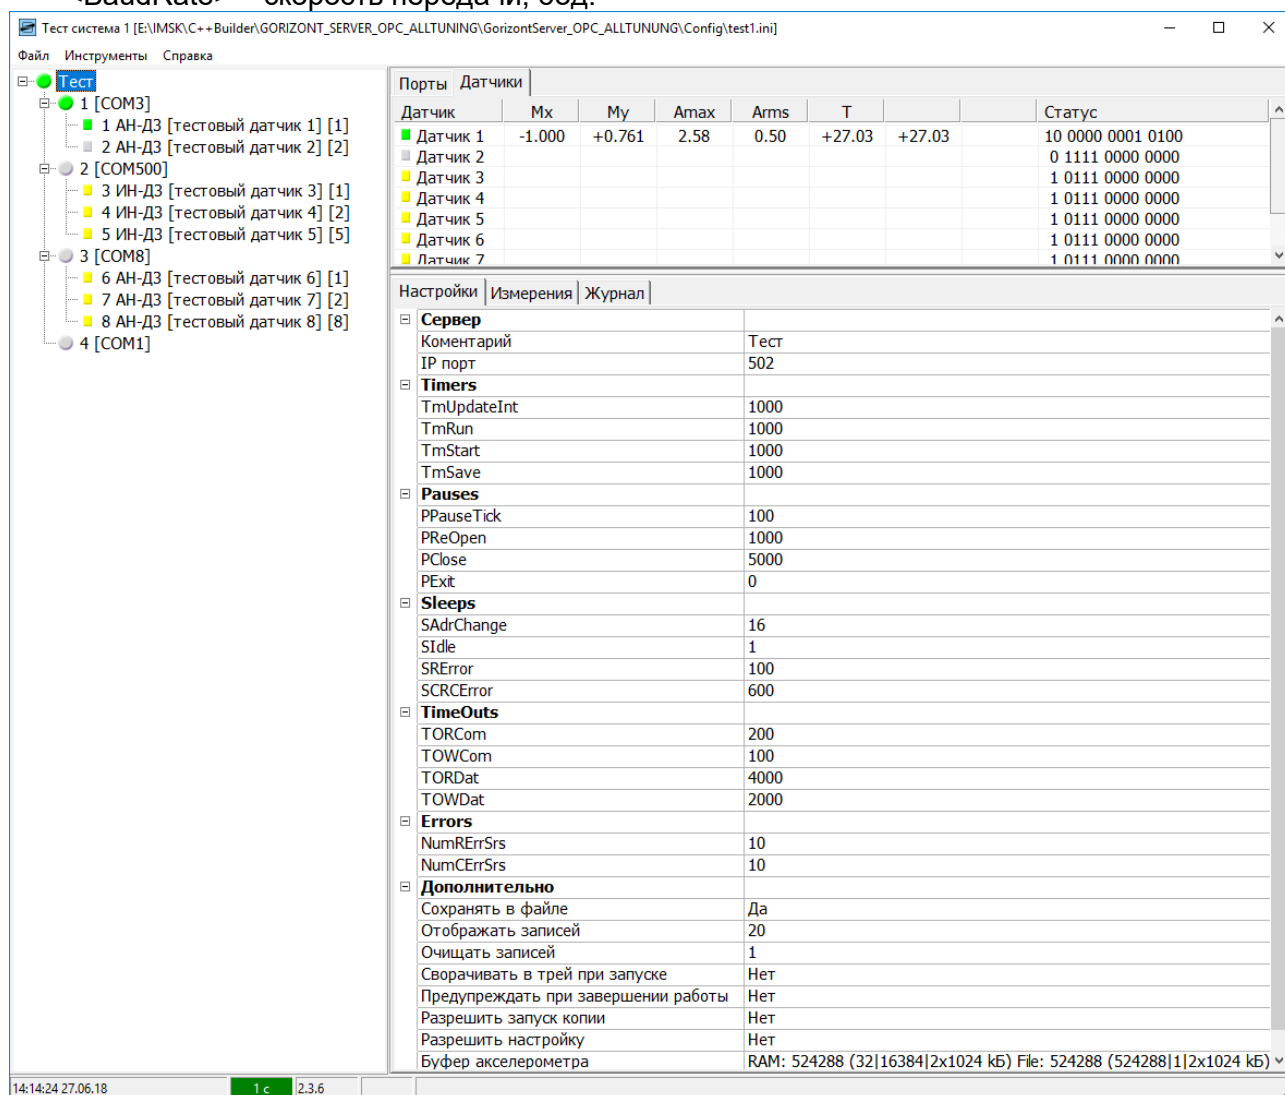

Рисунок 2.5
2.6 Вкладка <Настройки> информационной панели отображает информацию об общих настройках программы, если на панели дерева выделен элемент <Сервер> (рис.2.5) и содержит следующие записи:
2.8 Вкладка <Настройки> информационной панели отображает информацию об настройках датчика, если на панели дерева выделен элемент <ДатчикXXX> (рис.2.5.) и содержит следующие записи: